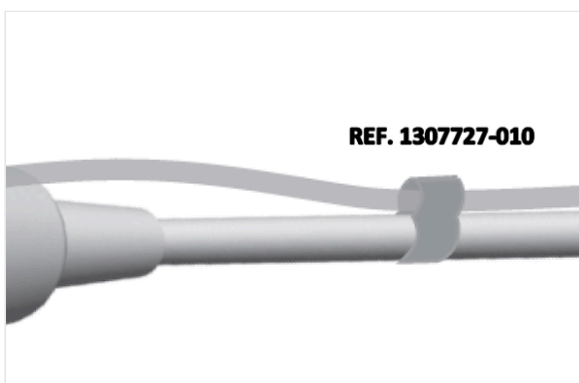

FIG. 9
- M. Attachez la ligne d'irrigation au câble du moteur en utilisant les colliers de fixation REF 1307727-010 FIG. 9.